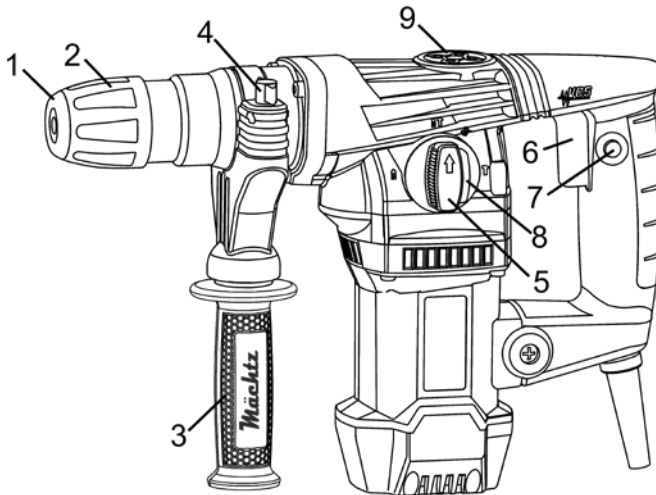

Рисунок 1
4.1 Оберіть необхідний режим роботи виробу за допомогою перемикача (5) (див. Рисунок 1, таблицю 1). При необхідності зміни кута нахилу насадки при виконанні довбальних робіт виконайте операції, які описані в пункті 3.6. При необхідності встановлення свердильного патрона – встановіть його в патрон SDS-plus через адаптер.
4.2 Для увімкнення виробу натисніть на клавішу вимикача (6) (рис.1). Для вимикання виробу клавішу слід відпустити.